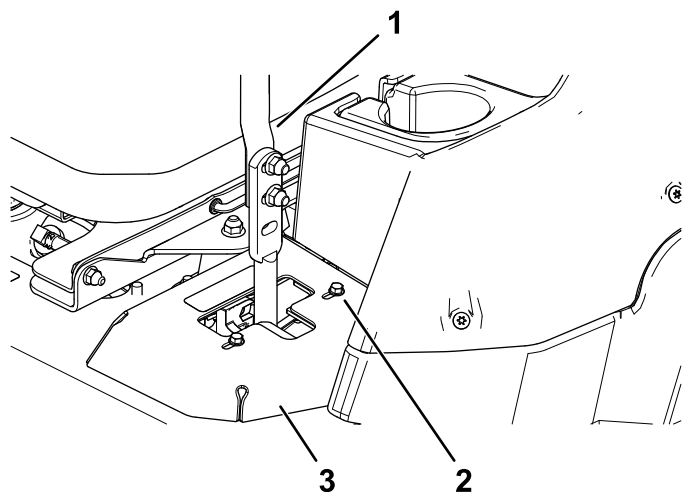

Figure 52
- Si elle se déporte à droite, desserrez les boulons et déplacez la plaque de butée gauche en arrière sur la fente en T gauche, jusqu'à ce que la machine se déplace en ligne droite (Figure 52).
- Si elle se déporte à gauche, desserrez les boulons et déplacez la plaque de butée droite en arrière sur la fente en T droite, jusqu'à ce que la machine se déplace en ligne droite (Figure 52).
6. Serrez les boulons de la plaque (Figure 52).